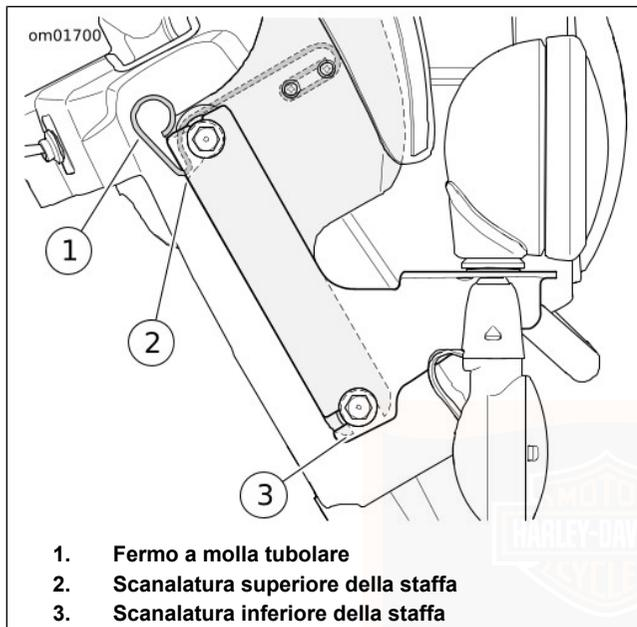

Figura 52. Parabrezza: FLHR/FLHRC
1. Vedere Figura 52. Sollevare i fermi a molla tubolare su entrambi i lati della staffa del parabrezza.
1. Vedere Figura 52. Posizionare saldamente il fondo della staffa del parabrezza per impegnare gli occhielli inferiori.